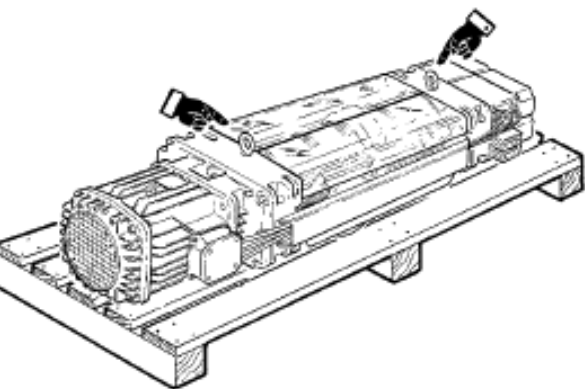

Abb. 14
1. Der E-Zug DRH verfügt immer über Ringschrauben für die Handhabung, die sich im oberen Bereich der Trägerflansch befinden und die Aufnahme des E-Zugs mit Hilfe eines Hebeseystems, das seinerseits über geeignete Haken oder Schäkel zu verfügen hat, ermöglichen (zweistängige Hebeketten oder -seile) (Abb. 14). Zur Handhabung mittels Ringschrauben/Schlingen muss eine Hebevorrichtung verwendet werden (Brückenkran, Drehkran, Kranfahrzeug, Seil-/Kettenzug, usw.), die je nach Gewicht des zu bewegenden Frachtstücks auszuwählen ist.
Wenn der E-Zug von der Palette gehoben werden muss, sind die Ringschrauben und eine Hebevorrichtung zu verwenden. Siehe dazu die Beschreibung aus Punkt (A - 1) - (Abb. 14).
Zur Entnahme des E-Zugs aus der Kiste oder aus dem Holzkäfig dürfen hingegen ausschließlich Hebevorrichtung/Anschlagmittel/Ringschrauben des E-Zugs verwendet werden. Siehe dazu die Beschreibung aus Punkt (A - 1) - (Abb. 14).